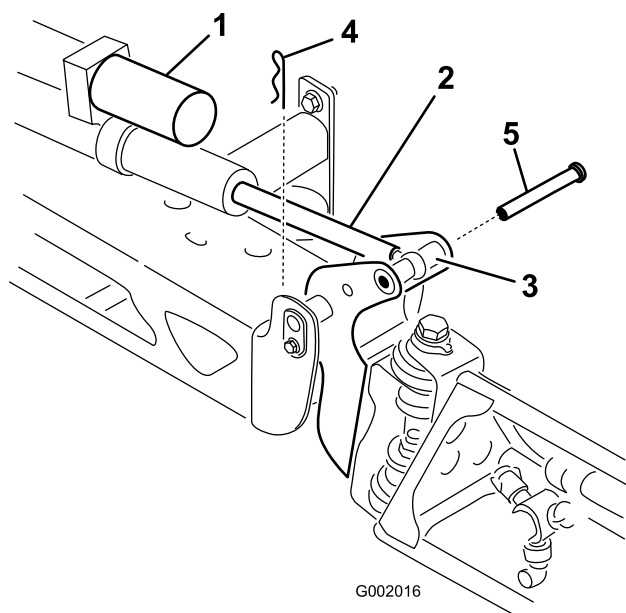

Figura 34
2. Togliete la coppiglia dal perno di articolazione (Figura 34).
il perno attraverso il perno della barra e l'asta dell'attuatore (Figura 34).
3. Sollevate la barra e togliete il perno (Figura 34). Abbassate lentamente la barra all'hardstop.